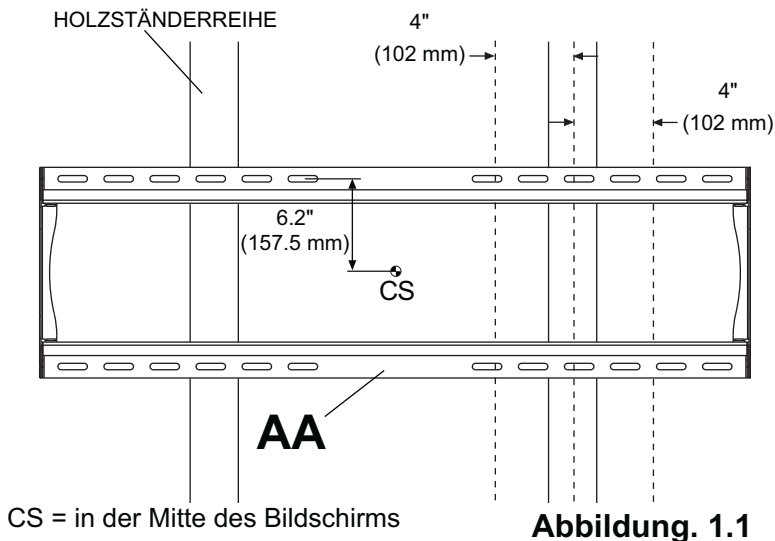

Abbildung. 1.1
- 1** Die Wandplatte (**AA**) kann an zwei Holzständern montiert werden, die 406 mm (16 Zoll) auseinander liegen. Bestimmen Sie die Kanten der Ständer mithilfe eines Balkenfinders. Am besten eignet sich ein Balkenfinder mit genauer Kantenanzeige. Verwenden Sie die Kanten als Richtlinie und ziehen Sie eine senkrechte Linie entlang der Mitte der Ständer. Halten Sie die Wandplatte als Schablone an die Wand. Die oberen Montageschlitze sollten sich wie in Abbildung 1.1 dargestellt 157,5 mm (6,2 Zoll) oberhalb der gewünschten Bildschirmmitte befinden. Richten Sie die Platte waagrecht aus und markieren Sie die Mitte der vier Montagebohrungen. Achten Sie darauf, dass die Montagebohrungen sich jeweils auf der Mittellinie der Holzständer befinden. Bohren Sie vier Löcher mit einem Durchmesser von 4 mm (5/32 Zoll) und einer Tiefe von 64 mm (2,5 Zoll). Achten Sie darauf, dass die Wandplatte waagrecht ausgerichtet ist und befestigen Sie sie wie in Abbildung 1.2 dargestellt mit Hilfe von vier Nr. 14 x 2,5 Zoll Holzschrauben (**DD**).
HINWEIS: Die Wandplatte kann wie in Abbildung 1.1 dargestellt bis zu 102 mm (4 Zoll) außermittig angebracht werden.
1 Achten Sie darauf, dass die Wandplatte (AA) waagrecht ausgerichtet ist und verwenden Sie sie als Schablone zur Markierung von vier Montagebohrungen. Die oberen Montageschlitze sollten sich wie in Abbildung 1.1 auf Seite 28 dargestellt 157,5 mm (6,2 Zoll) oberhalb der gewünschten Bildschirmmitte befinden. Bohren Sie vier Löcher mit einem Durchmesser von 8 mm (5/16 Zoll) und einer Mindestdiefe von 64 mm (2,5 Zoll). Setzen Sie die Dübel (EE) in die Löcher ein, bis sie bündig mit der Wand abschließen (siehe Abbildung rechts). Halten Sie die Wandplatte über die Dübel und befestigen Sie sie mit Nr. 14 x 2,5 Zoll Schrauben (DD). Richten Sie sie waagrecht aus und ziehen Sie dann sämtliche Befestigungsteile an.